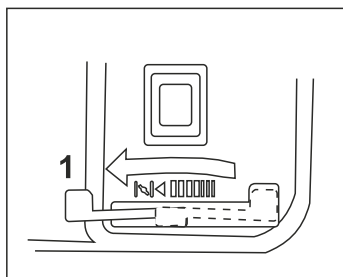

Рис. 6
- Закройте топливный кран **2** «OFF» («ЗАКР»)(рис. 6).